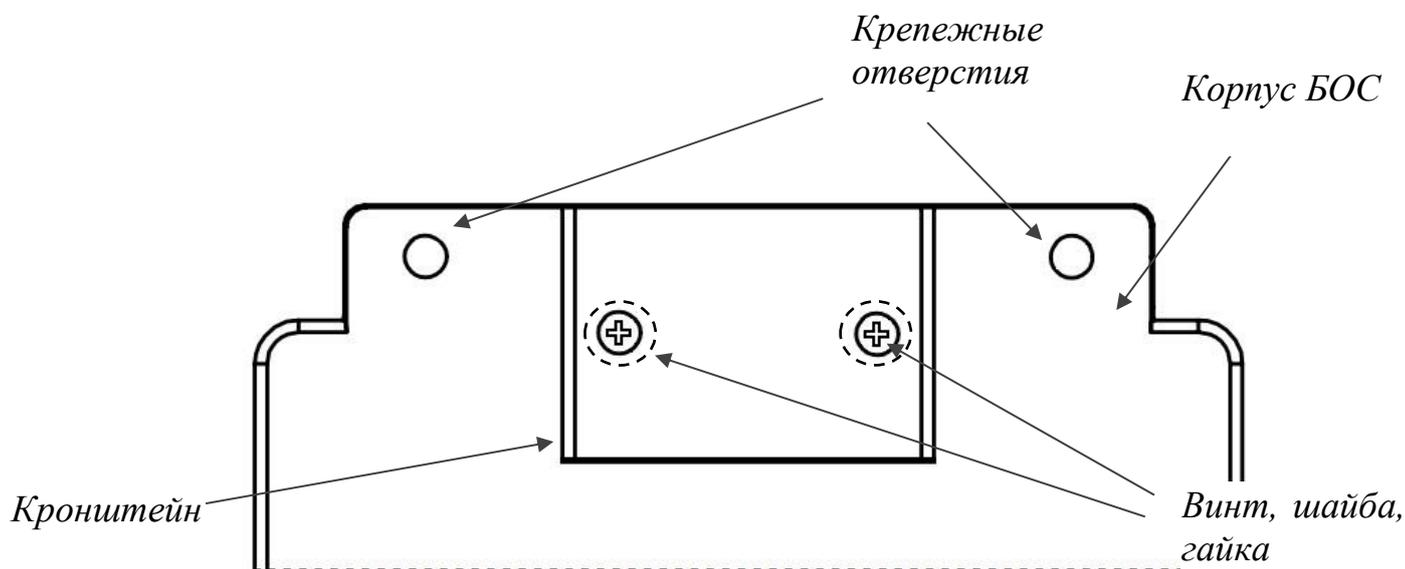

Рисунок 3.2 – Крепление кронштейна к БОС
3.3.3.1 Установку БОС на плоской поверхности производить без кронштейна с помощью крепежных отверстий рис. 3.2.